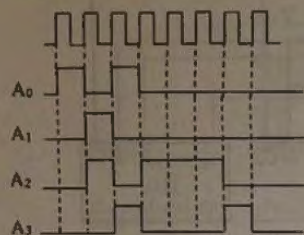
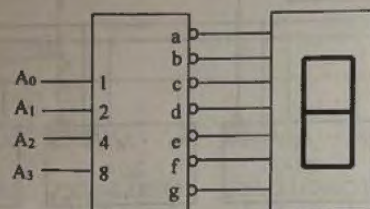

图 1
图 2
2. (5 分) 一个 7 段显示译码器驱动显示的原理框图如图 2 所示, 输出低电平有效。如果在系统节拍控制下依次给出如下输入端 $A_3A_2A_1A_0$ 的波形 (见图 1), 请确定 8 个节拍控制下显示器依次显示的数字的顺序。